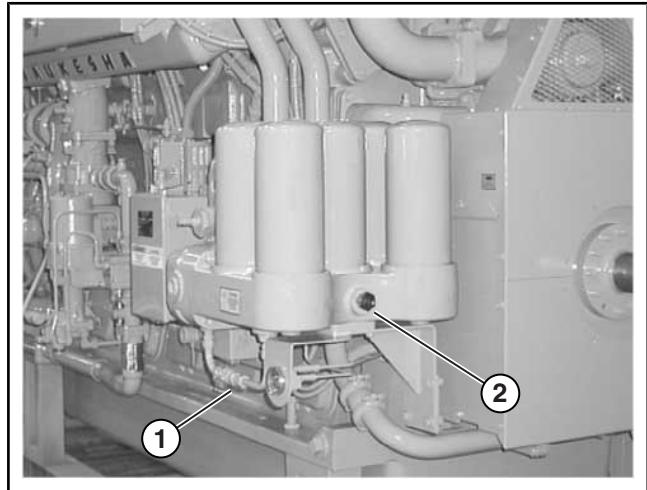

Рисунок 8.05-3: Дренажный клапан
- Откройте дренажный клапан под корпусом фильтра для слива масла (см. Рисунок 8.05-3). Извлеките элементы фильтра из корпуса.